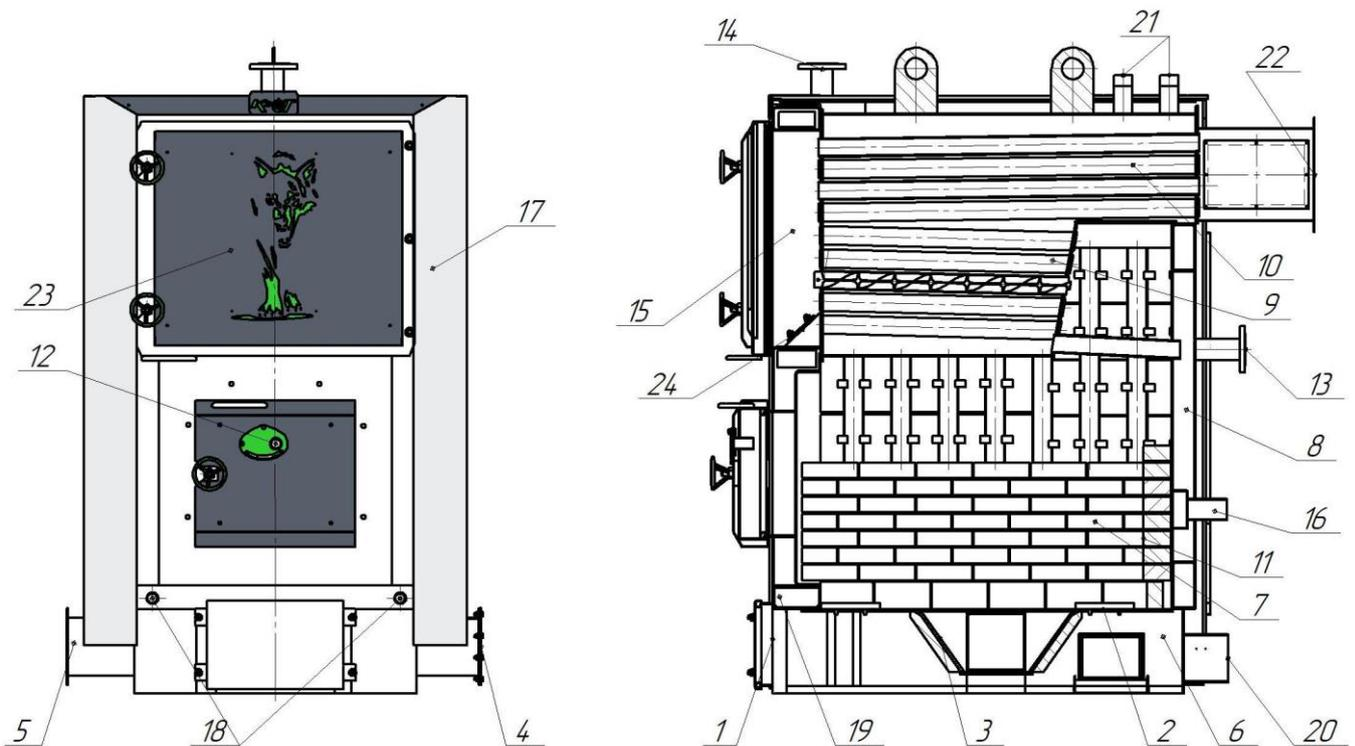

Рис.3 Будова котла
5.1.1 Основа котла 6 (рис. 3) являє собою зварну конструкцію і включає в себе: зольник 1, збірну рушту 2, реторту і рукав для механічної подачі палива (5) і дутьєвого повітря (20). Збоку передбачені двері для огляду і чистки золи. Верхня частина основи, що не обмежена руштою і зольник теплоізолювані вогнетривкою цеглою 7.